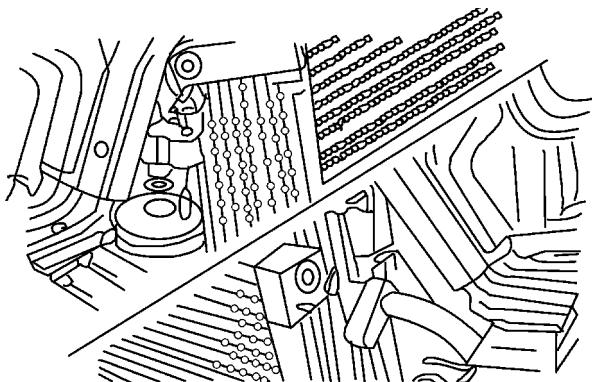

图 5-56 从冷凝器上拆卸排出软管
3) 按照图 5-56 所示，拆卸前保险杠，拆卸排出软管管板到冷凝器的固定螺母，从冷凝器上拆卸排出软管，然后拆卸液管板至储液干燥器的固定螺母，卸下液管。